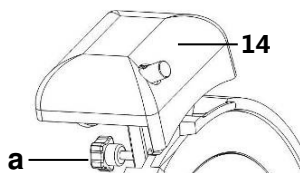

Abb. 6
- Lösen Sie die Befestigungsschraube (a) vom Messerschärfer (14) an der Rückseite des Gerätes (Abb. 6).
- Ziehen Sie den Messerschärfer (14) heraus und drehen Sie ihn um 180°.
- Nehmen Sie den Messeschärfer vom Gerät ab. (**Abb. 6**).
- Nehmen Sie den Messerschärfer komplett vom Gerät ab (Abb. 6).